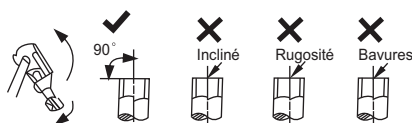

Fig. 20 – Coupe des tuyaux
- a. Coupez le tuyau à 90° (voir la figure 20) au moyen d'un coupe-tube.